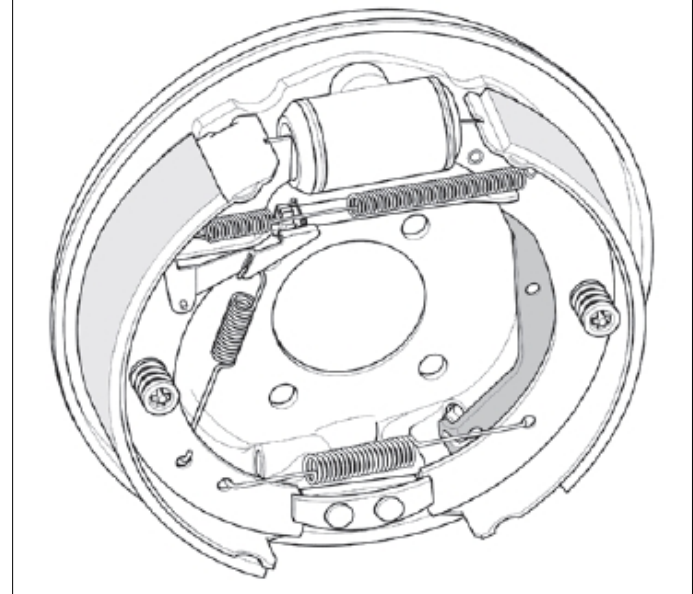

Fig. 3
- **Tipo 3:** leva del freno a mano nella parte posteriore, con comando chiuso per il cavo del freno a mano (Fig. 3)
### MONTAGGIO tipo 3 (Fig. 3)